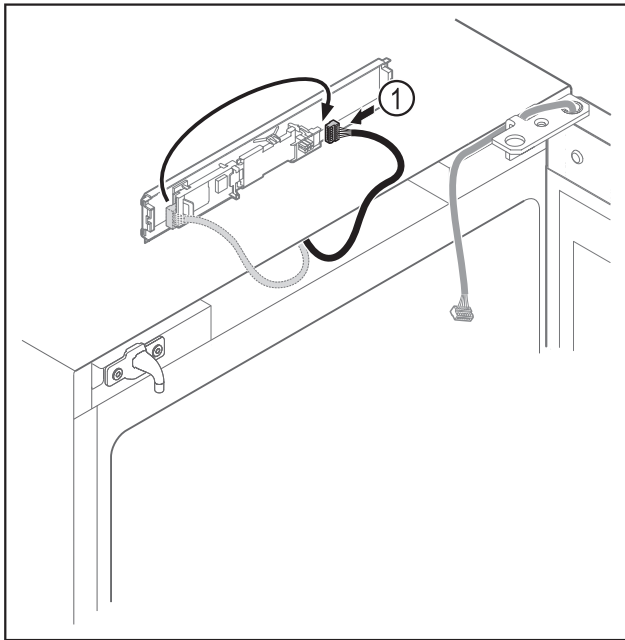

Fig. 11
- ▶ Переставьте штекер Fig. 11 (1) на панели.